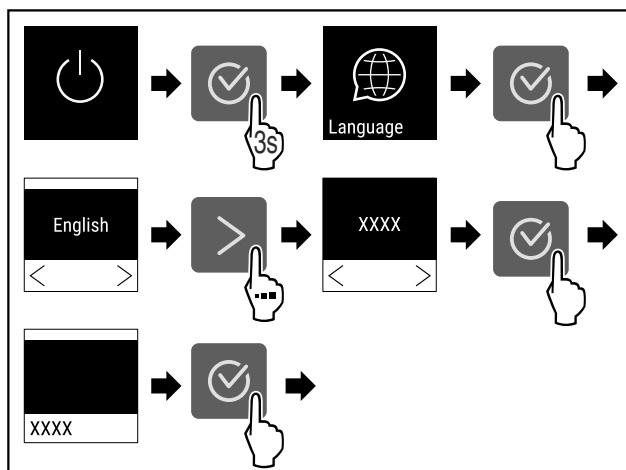

Fig. 54
- ▶ Kryeni hapat e veprimit (shihni Fig. 54).